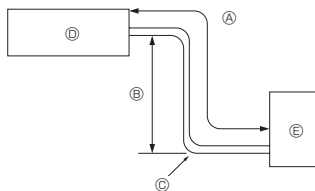

Fig. 2-1
2.1. Тръба за хладилен агент (Fig. 2-1)